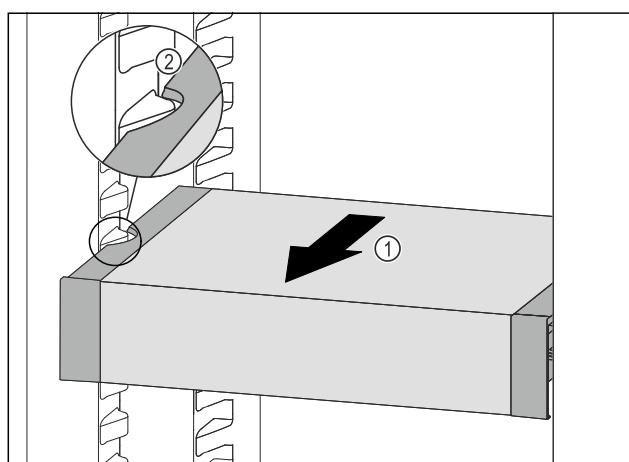

Fig. 97
- ▶ VarioSafe dras framåt Fig. 97 (1) tills sidofördjupningarna på VarioSafe är i samma nivå som behållarlisterna i kyldelen. Fig. 97 (2)